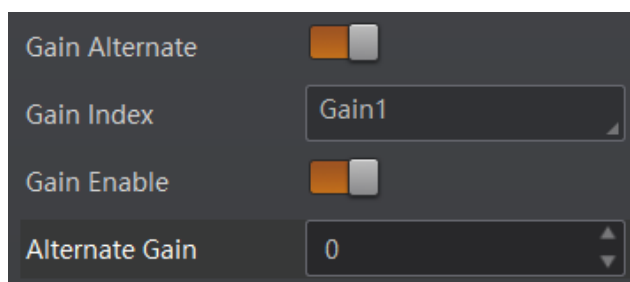

图4-12 交替增益
5. 在 Alternate Gain 中设置所选参数的增益值，如图 4-12 所示。